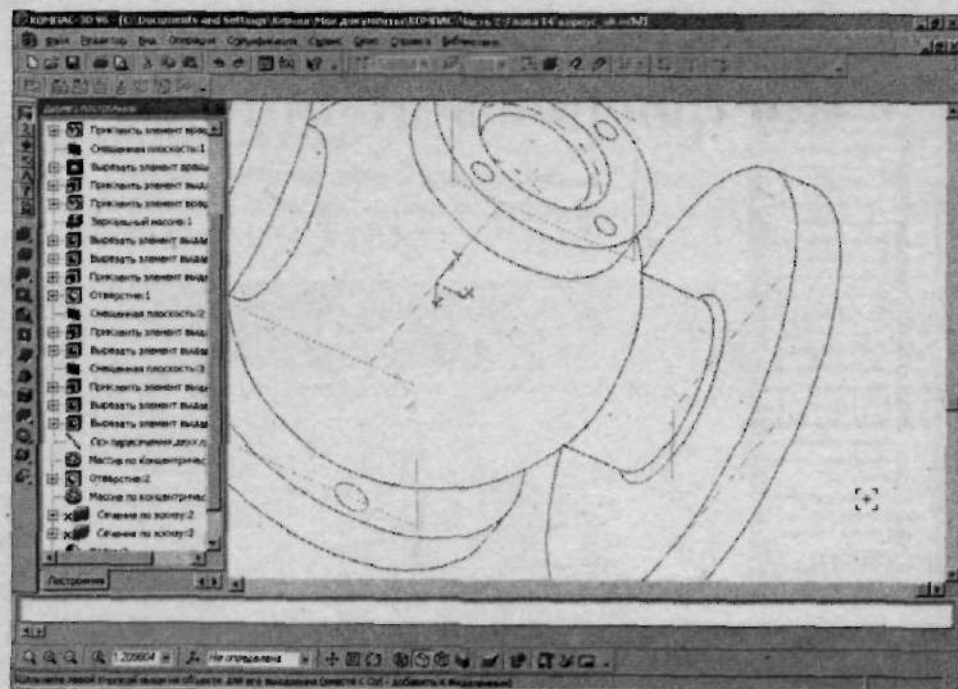

Рис. 2.172. Скругление создано
4. В поле **Радиус** введите радиус скругления — **2 мм**, после чего щелкните по кнопке  (Создать объект), скругление будет построено (рис. 2.172).